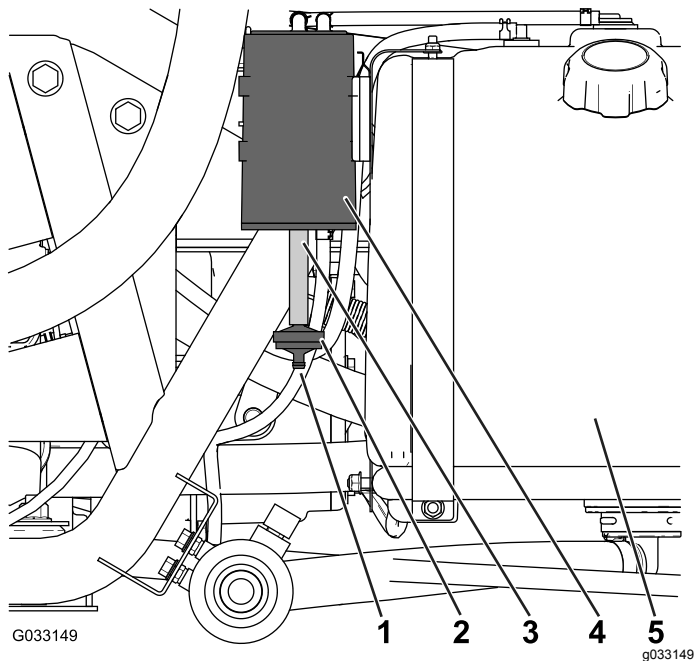

Bild 42
Prüfen Sie an der Öffnung unten am Luftfilter den Aktivkohlefilter und stellen Sie sicher, dass er sauber ist und keine Rückstände oder Verstopfungen hat (Bild 42).
1. Entfernen Sie das gezahnte Anschlussstück des Aktivkohlefilters von der Leitung unten am Aktivkohlefilter und nehmen Sie den Filter ab (Bild 42).